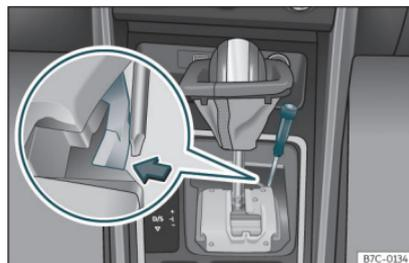

Fig. 145 Leva selettiva: sblocco di emergenza dalla posizione di parcheggio.
- Con l'aiuto della parte piatta di un cacciavite, premere lateralmente la linguetta gialla e tenerla premuta»» **fig. 145** .